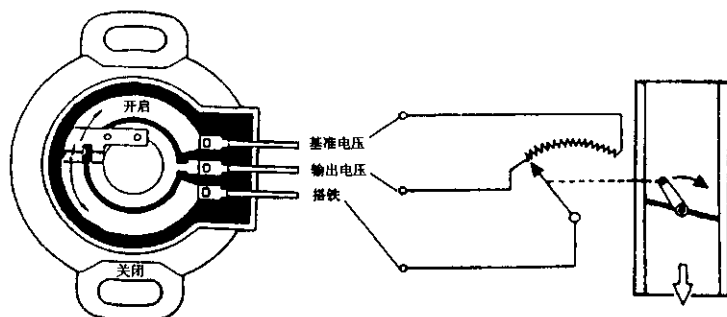

图 2-43 节气门位置传感器
①节气门位置传感器。节气门体上装有节气门位置传感器，它将节气门开度转变为电信号输送给电脑。节气门位置传感器，由节气门轴带动电位计的滑动触点，如图 2-43 所示。电脑通过节气门位置传感器表示节气门由全闭到全开的角度变化的模拟信号，以及节气门开度的变化速率，判定发动机运行工况。节气门位置传感器中设有怠速开关，用来产生怠速信号。